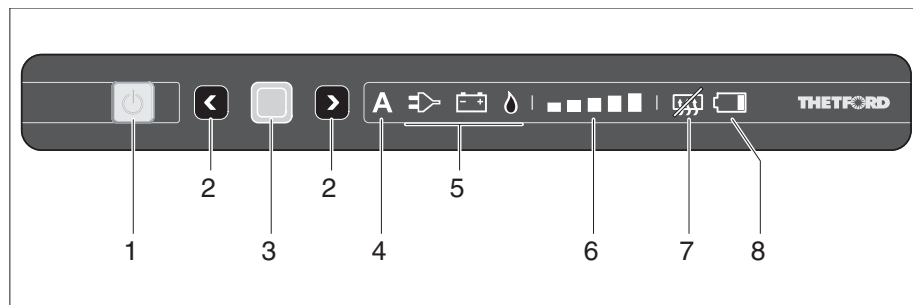

Fig. 327 Elementos de mando e indicación del frigorífico (Thetford sin SES)
- Presionar el pulsador (Fig. 327,1). El pulsador verde se enciende. Presionar de nuevo el pulsador para visualizar la configuración actual.
- Presionar el pulsador (Fig. 327,1) y retenerlo. Todas las luces de control se apagan.
Si se selecciona el funcionamiento automático, en el panel de mando se enciende el visualizador de funcionamiento automático (Fig. 327,4) y la mejor fuente disponible (Fig. 327,5).
- Pulsar la tecla de confirmación (Fig. 327,3) y retenerla. Los símbolos de modos de funcionamiento (Fig. 327,5) comienzan parpadear.
- Con las teclas de selección (Fig. 327,2) seleccionar el funcionamiento a gas y aceptar la selección con la tecla de confirmación (Fig. 327,3).
- Con las teclas de selección (Fig. 327,2) seleccionar el funcionamiento con 230 V y aceptar la selección con la tecla de confirmación (Fig. 327,3).
- Con las teclas de selección (Fig. 327,2) seleccionar el funcionamiento con 12 V y aceptar la selección con la tecla de confirmación (Fig. 327,3).
- Pulsar de nuevo la tecla de confirmación (Fig. 327,3). El visualizador de niveles de refrigeración (Fig. 327,6) comienza a parpadear.
- Con las teclas de selección (Fig. 327,2) seleccionar el nivel de refrigeración deseado y aceptar la selección con la tecla de confirmación (Fig. 327,3).